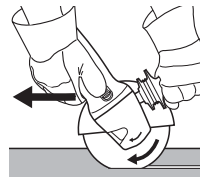

Abb. 3
- ◆ Beim Trennschleifen immer im Gegenlauf (siehe Abbildung 3) arbeiten. Sonst besteht die Gefahr, dass die Maschine unkontrolliert aus dem Schnitt springt. Mit mäßigem, dem zu bearbeitenden Material angepasstem Vorschub arbeiten. Nicht verkanten, nicht drücken, nicht schwingen.